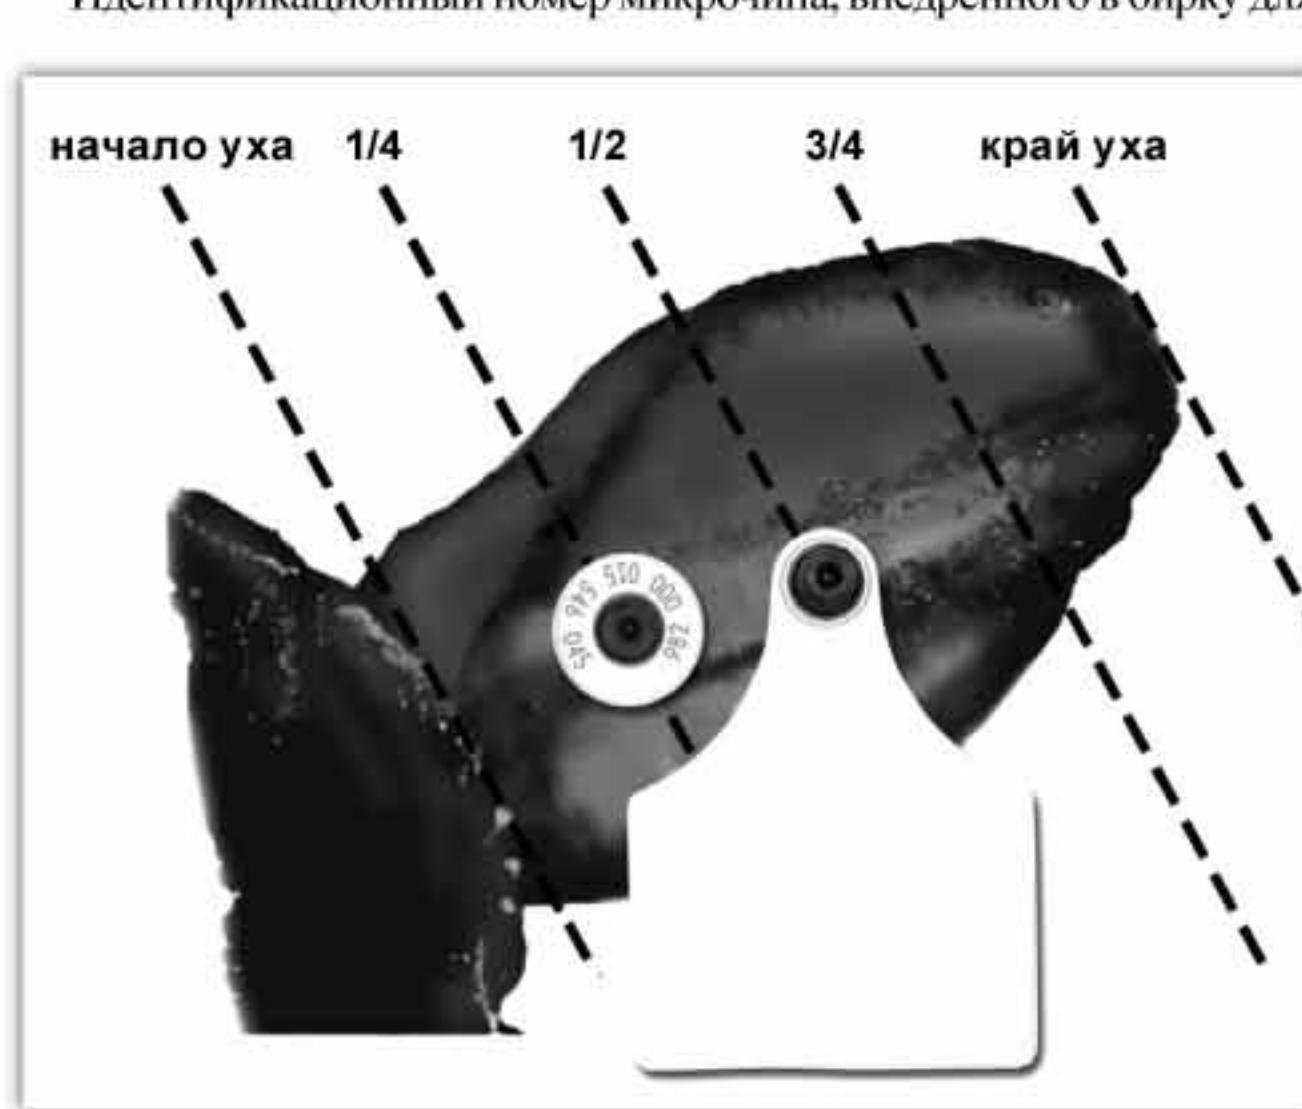

Рисунок 3. Схема правильного расположения радиочастотной бирки
4. Фиксируется голова животного. Определяется на ухе место установки бирки. Ухо животного делят на четыре части. Электронную бирку крепят на одной четвертой части уха, от головы животного (рисунок 3). Точка прокола не должна попадать на опорные хрищи уха. Если необходимо поставить еще и обычную бирку ее устанавливают посередине уха. Установка электронной бирки дальше рекомендуемого положения может привести к тому, что ухо животного будет сворачиваться во-внутрь, и бирка будет расположена боковой стороной к стационарным панельным антеннам, что может привести к сбоям считывания информации и необходимости пользоваться в этом случае мобильными считывателями. Это увеличивает время затрачиваемое на животное и может вызвать дополнительный стресс;